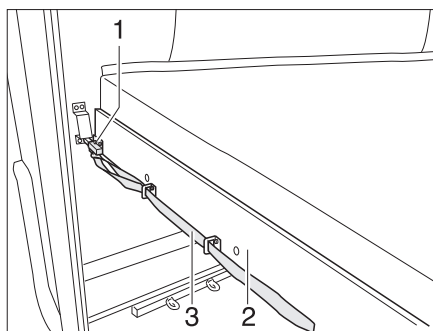

Bild 169 Våningssäng (bak)
- Dra i bandet (Bild 169,3) och lossa spärren (Bild 169,1).
- Dra fram ribbotten (Bild 169,2) med madrassen så att den hakar i.